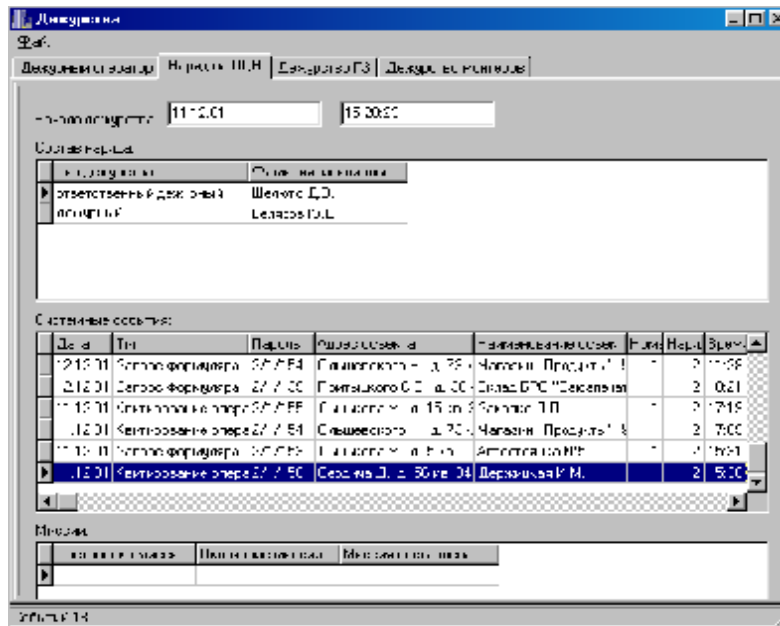

Рисунок 111
5.9.1 Для просмотра и смены нарядов необходимо войти в меню «Файл/Дежурства» (рисунок 111). Здесь представлены четыре закладки: «Дежурный оператор», «Наряды ПЦН», «Дежурство ГЗ», «Дежурство монтеров»: